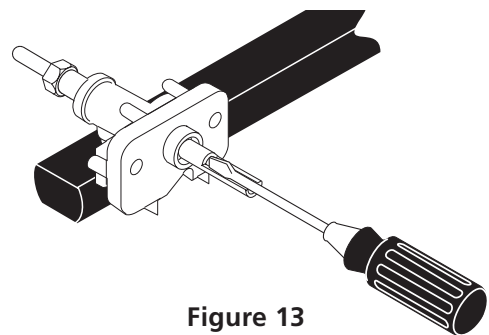

Figure 13
- b. Le brûleur de surface doit s'allumer lorsque le gaz est disponible au brûleur supérieur. En fonctionnement normal, chaque brûleur doit s'allumer dans un délai de quatre (4) secondes après que l'air ait été purgé des canalisations d'alimentation. Regardez si le brûleur est allumé.
10.4 Réglez la position LOW des robinets des brûleurs de surface (voir Figure 13)